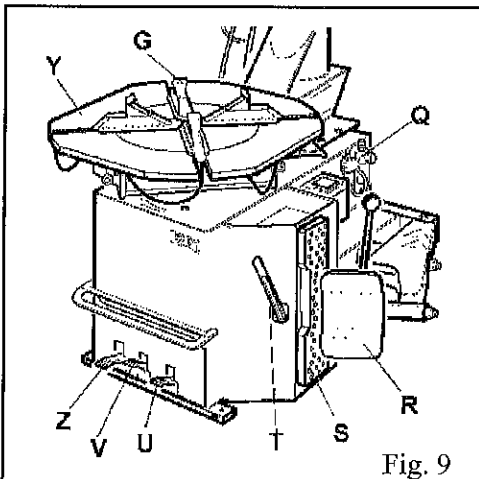

Fig. 9
-Reifen an die Gummianschläge auf der rechten Seite des Reifenmontiergerätes (S) anlegen.
-Wulstadrücker (V) dem Wulst nähern, etwa 1 cm. Luft von Felgenrand lassen (Abb.9) und darauf beachten, daß der Abdrücker fehlerfrei auf den Reifen und nicht auf die Felge wirkt.
-Pedal (U) drücken, und das Abdrückblatt betätigen, loslassen, wenn das Blatt am Laufende angelangt ist.
- Spalmare il grasso in dotazione (A), o grasso di tipo simile, sui talloni del pneumatico